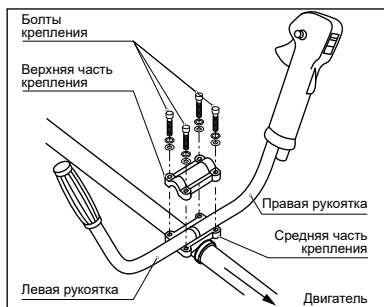

рис. 3
3. Снимите нижнюю часть крепления рукояток, выкрутив винты. Зафиксируйте крепление рукояток на штанге, как показано на рис. 3.
4. Снимите верхнюю часть крепления рукояток, выкрутив 4 винта (рис. 3). Установите рабочие рукоятки (рис. 3). Правая рукоятка снабжена органами управления двигателем, курок правой рукоятки должен быть направлен в противоположную сторону от двигателя.